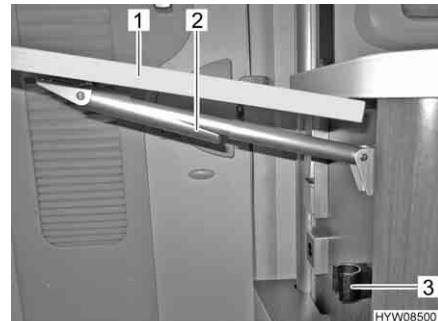

Fig. 93 Chiusura del tavolo ribaltabile su bancone
- Afferrare il tavolo ribaltabile su bancone (Fig. 93,1) sull'esterno e sollevarlo leggermente. Con l'altra mano ruotare e abbassare il dispositivo di fissaggio (Fig. 93,2) sul supporto telescopico.
- Abbassare il tavolo ribaltabile, finché il supporto telescopico non ingranà nel supporto (Fig. 93,3).